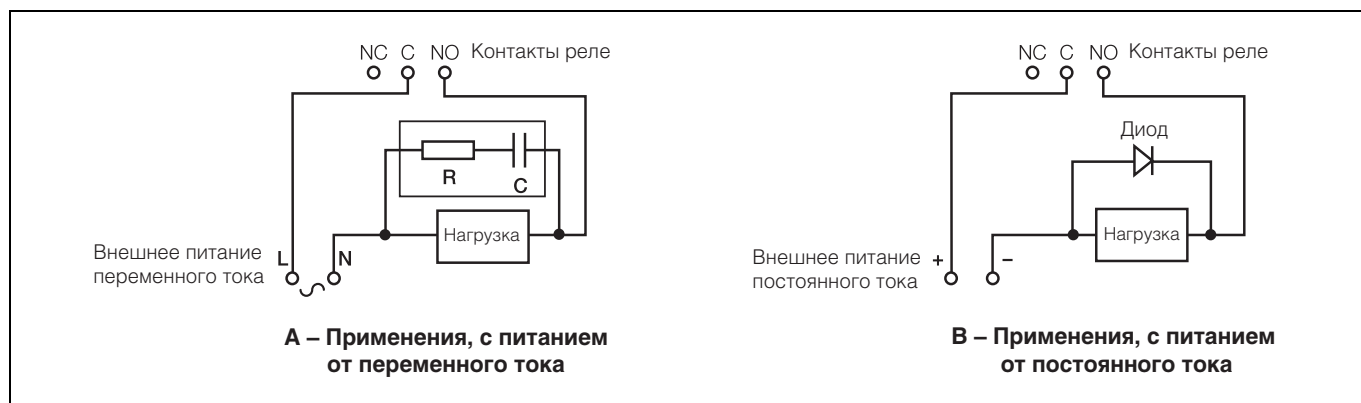

Рис. 6.6 Защита контактов реле
6.3.1 Защита контактов реле и подавление помех – Рис. 6.6
Если реле используются для включения и отключения нагрузки, может происходить эрозия контактов реле вследствие дугобразования. Дугообразование также вызывает радиочастотные помехи, которые могут вызывать сбои в работе анализатора и его неправильные показания. Для минимизации влияния радиочастотных помех должны применяться компоненты дугогашения; это цепочки резисторов/конденсаторов в случае использования переменного тока или диоды в случае использования постоянного тока. Эти компоненты должны подключаться параллельно нагрузке – см. Рис. 6.6.